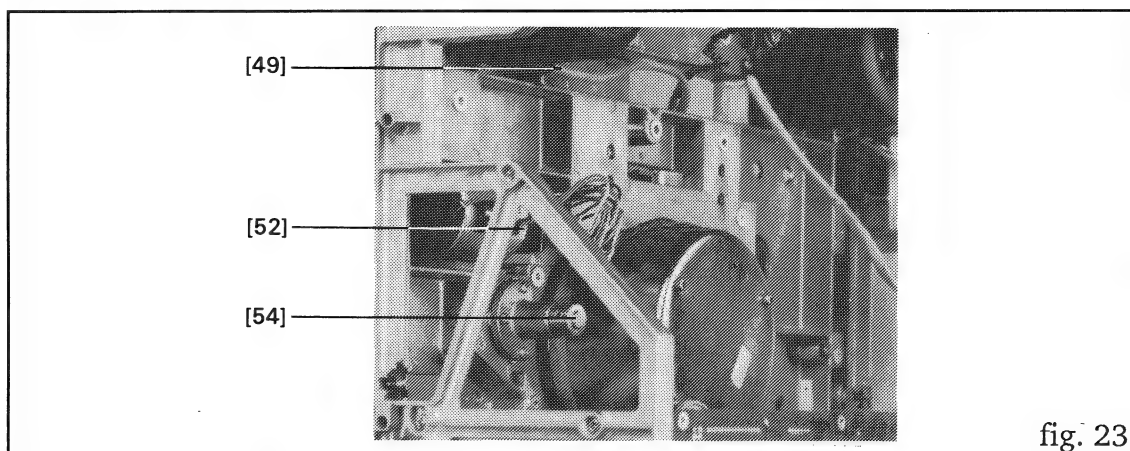

fig. 23
- Desserrer 1 vis de fixation du câble moteur [49] (fig. 23).